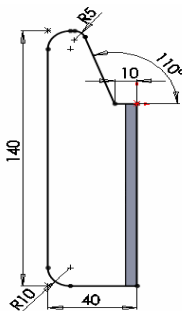

图 9-17 绘制草图
⑤ 绘制草图。利用“草图”工具栏中的绘图工具，绘制草图，如图9-17所示。